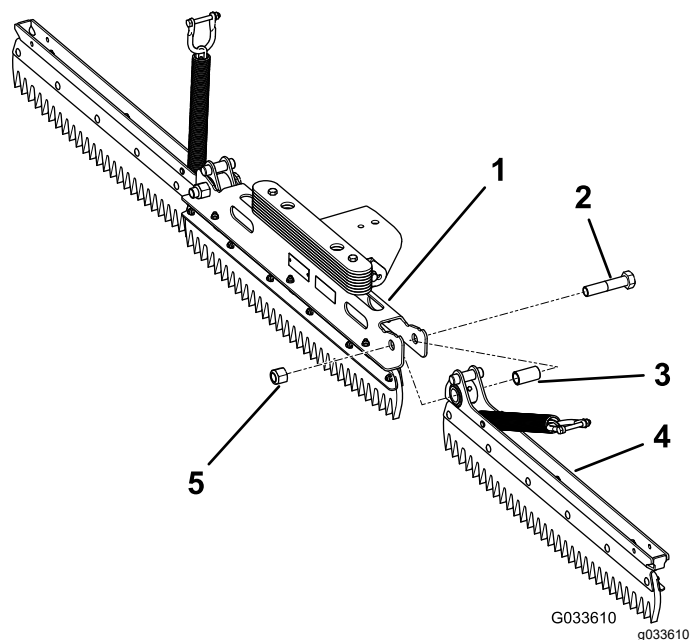

图 3
- 用螺栓 $\frac{3}{4} \times 3\frac{1}{2}$ 英寸和锁紧螺母 $\frac{3}{4}$ 英寸固定左侧总成上紧扭矩至 163217 N·m 请参阅图 3。
- 用螺栓 $\frac{3}{4} \times 3\frac{1}{2}$ 英寸和锁紧螺母 $\frac{3}{4}$ 英寸固定右侧总成上紧扭矩至 163217 N·m 请参阅图 3。
- 将隔片插入每个侧总成的枢轴孔中图 3。